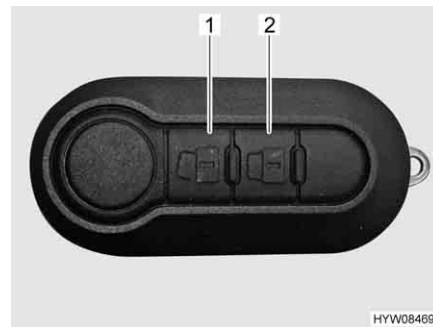

Fig. 40 Telecomando chiusura centralizzata
- Premere una volta brevemente il tasto  (Fig. 40,1). Le serrature sono sbloccate.
- Premere una volta brevemente il tasto  (Fig. 40,2). Le serrature sono bloccate.